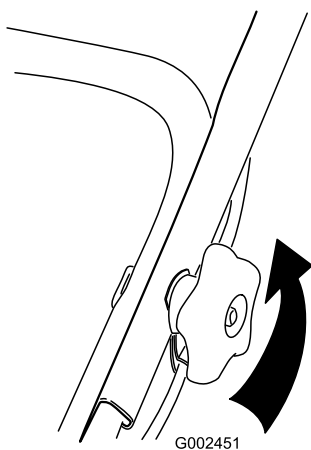

Figura 55
1. Afloje los pomos del manillar hasta que pueda mover libremente la sección superior del mismo (Figura 55).